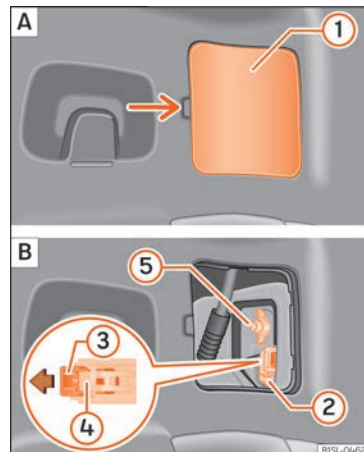

Abb. 52 Seitlich im Gepäckraum: Rückleuchte ausbauen. »»
- Abdeckung ① vorsichtig abhebeln »» Abb. 52 [A].
- Verriegelung ③ des Anschlusssteckers ② in Pfeilrichtung ziehen »» Abb. 52 [B]. Nutzen Sie dazu den Schraubendreher aus dem Bordwerkzeug.
- Verrastung ④ drücken und den Anschlussstecker ② abziehen »» Abb. 52 [B].
- Flügelmutter ⑤ herausdrehen »» Abb. 52 [B].
- Mit einer Hand die Rückleuchte an der Einbauposition halten und mit der anderen die Flügelmutter festdrehen ⑤ »» Abb. 52 [B].
- Anschlussstecker ② auf den Lampenhalter stecken und Verriegelung ③ entgegen der Pfeilrichtung in den Stecker drücken »» Abb. 52 [B].